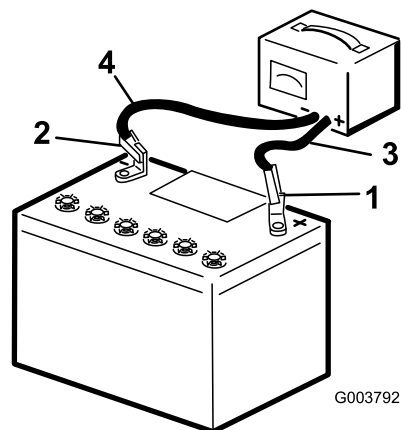

Figure 97
5. Connectez le câble positif du chargeur de batterie à la borne positive de la batterie (Figure 97).
6. Connectez le câble négatif du chargeur de batterie à la borne négative de la batterie (Figure 97).
8. Quand la batterie est chargée au maximum, débranchez le chargeur de la source électrique, puis débranchez les fils du chargeur des bornes de la batterie (Figure 97).